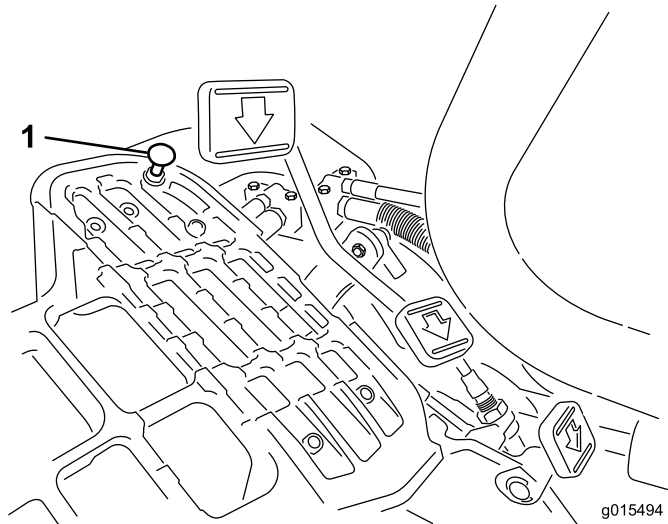

图49
要获得最大行驶速度，请将功能控制杆放置在行驶位置，并踩下驱动踏板。如果在拉线感到张紧力之前，踏板接触到限位器（图49），则需要进行调整：
1. 将功能控制杆放置在行驶位置，松开将踏板限位器固定至底板上的锁紧螺母（图49）。